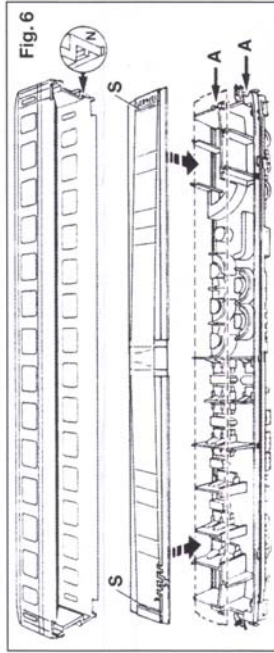

Fig. 6
6. Lichtleiter so auf die Inneneinrichtung legen, dass sich die Ziffern (z. B. „12/4021“) auf der Seite des Wagens mit den Aussparungen A befinden (Fig. 6). Die Stege S sichern den Lichtleiter auf der Inneneinrichtung gegen Verschieben in Längsrichtung.
Achtung: Die Nase N (der kleine Vorsprung in einer der Stirnseiten des Wagenkastens) muss sich auf der Seite der Aussparungen A befinden (Fig. 6).